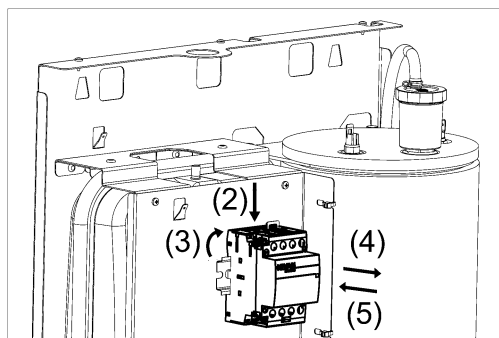

Рисунок 16. Замена электромагнитного контактора
- (1) Отсоедините провода подсоединённые к контактору (см. рис. 16);
- (2) Используя плоскую отвёртку выдвиньте "язычок" контактора;
- (3) Поверните контактор вверх на угол $10 \div 15^\circ$;
- (4) Снимите контактор с DIN-рейки;
- (5) Установите новый контактор на DIN-рейку взамен прежнему;
- (6) Подсоедините к контактору провода в соответствии со схемами приведёнными в Приложении В.